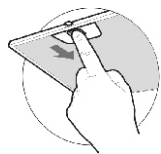

рис. 4
- снимите фильтр (рис.4), отверните винты-барашки;
- перед установкой вытяжки снимите алюминиевый фильтр (рис. 4);